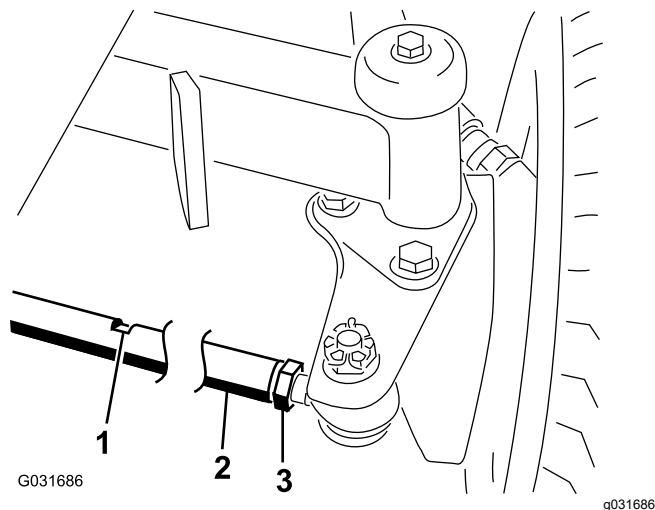

Bild 84
2. Lösen Sie die Klemmmutter an jedem Ende der Spurstange (**Bild 84**).